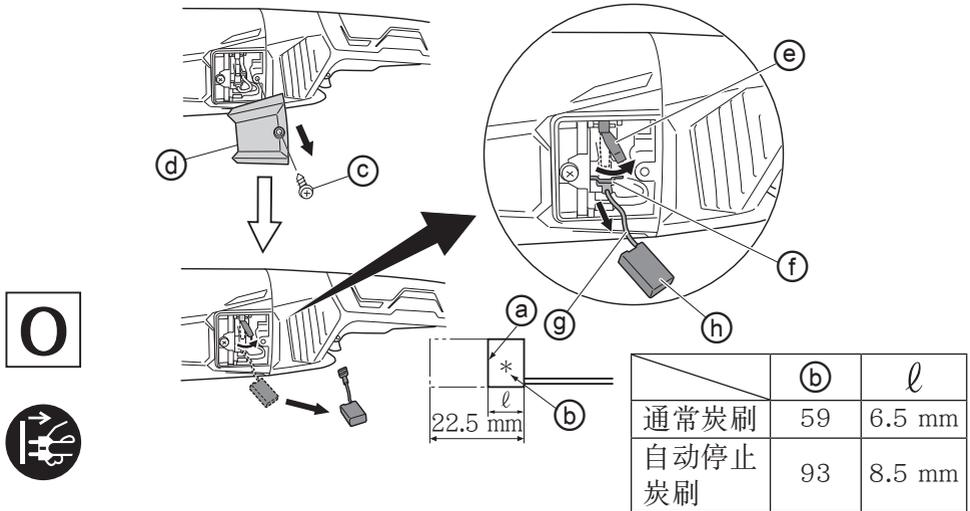

图 7
3. 检查炭刷 (图 7)
如果所使用的炭刷是自停式，电动机将自动地停止转动。遇到上述情况，应立即换上与图 7 上代码号 **(b)** 一致的新炭刷。此外，炭刷应经常保持干净状态，以保证能在刷握中自由滑动。
4. 更换炭刷 (图 7)